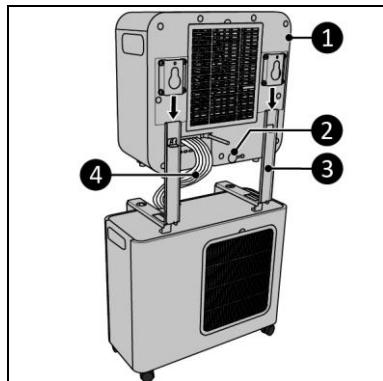

Abbildung 13
4. Schieben Sie das Innengerät (Abbildung 13, Pos. 1) über die Halterungen (Abbildung 13, Pos. 3) über die Halterungen (Abbildung 13, Pos. 3).
5. Führen Sie den Kältemittelschlauch (Abbildung 13, Pos. 4) zwischen Innen- und Außengerät. Vermeiden Sie es, den Kältemittelschlauch in kleineren Biegungen als 30 mm zu biegen.
6. Entfernen Sie den Wassersperrstopfen (Abbildung 13, Pos. 2).